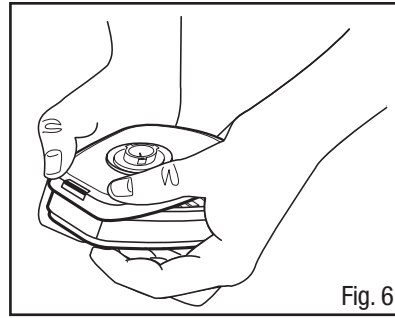

Fig. 6
2. Engate o encaixe traseiro apertando a lateral de trás do cartucho e o adaptador juntos, usando a mesma posição das mãos. Deve ser escutado um clique quando cada encaixe for engatado (Fig. 6).